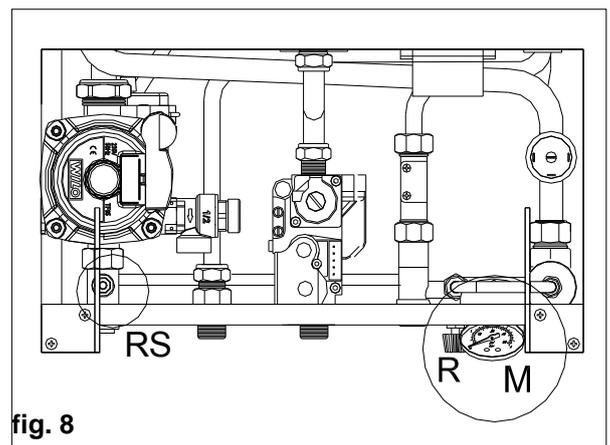

fig. 8
- ouvrir également le robinet de remplissage R (fig.8) ;
- au moyen du manomètre M (fig.8), contrôler que la pression de l'installation soit de 1 bar et que le code H20 n'apparaisse pas sur l'écran du tableau de commande ;